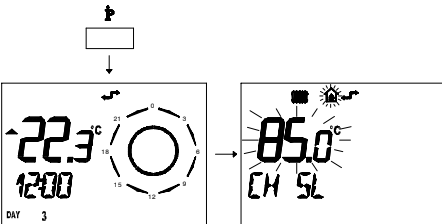

fig. 9.12
- 1 Premere per più di 3 secondi il pulsante per entrare in modalità **INFO**. (fig. 9.12)